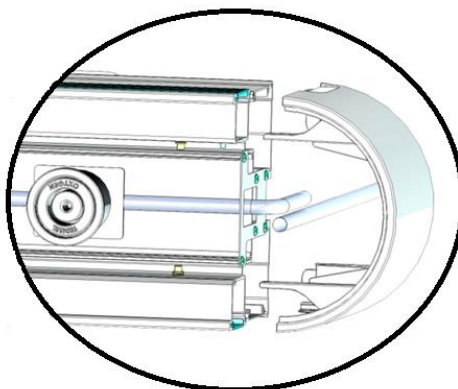

Fig.11 Entrée d'alimentation en gaz médicaux et en vide
- Coupez le tuyau ① de la tuyauterie de l'appareil et le tuyau ② correspondant au circuit de gaz en question provenant de l'installation.
- Placez le raccord en cuivre (coude) ③ en position pour relier les deux tuyaux.
- Soudez les 3 composants comme indiqué dans l'image de droite de la figure 11.